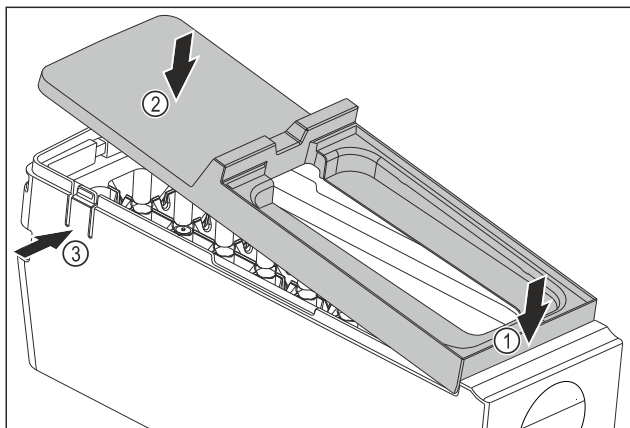

Fig. 77
- ▶ Montaż osłony korpusu EasyTwist-Ice: Osłonę założyć od przodu. Fig. 77 (1)
- ▶ Opuścić osłonę z tyłu. Fig. 77 (2)
- ▷ Osłona zatrzaskuje się słyszalnie w obu nakładkach Fig. 77 (3).